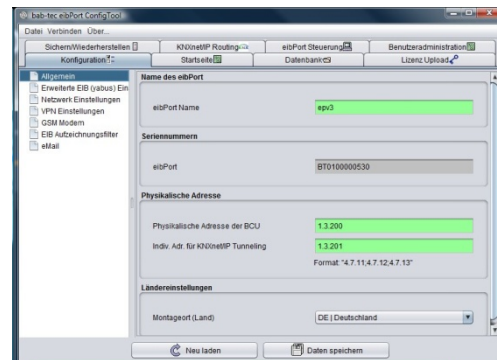

Bild 6: Fenster Allgemein
- Im linken Feld den Menüpunkt „Allgemein“ anklicken. Die aktuellen Einstellungen werden angezeigt (Bild 6).